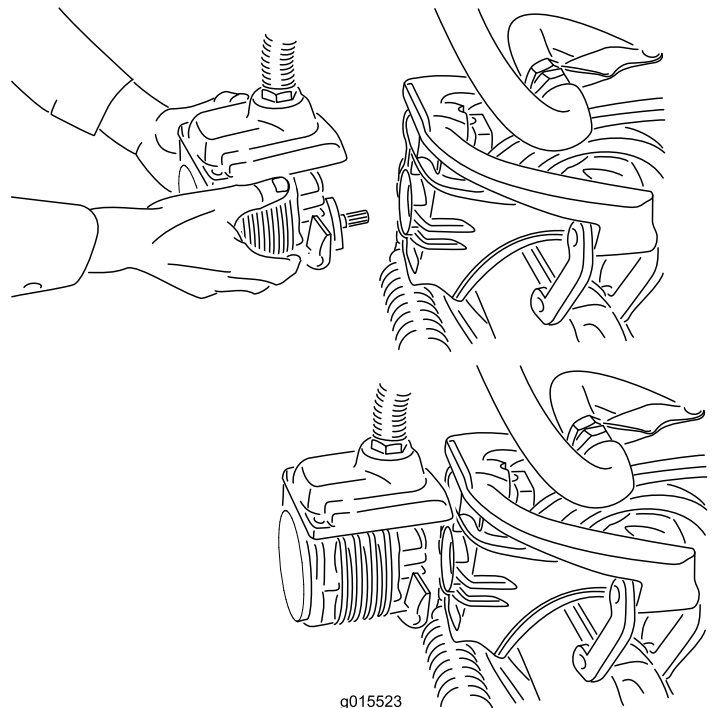

Bild 40
- Legen Sie den Motor am Aufbewahrungsort vorne am Aufhängearm ab (**Bild 40**).